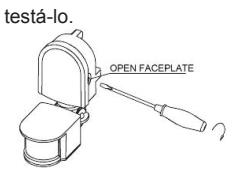

Figura 1
- Descarregue a tampa frontal diretamente com uma chave de fenda. (figura 1) Encontre o orifício do fio com junta na parte inferior e passe o fio de alimentação pelo orifício.